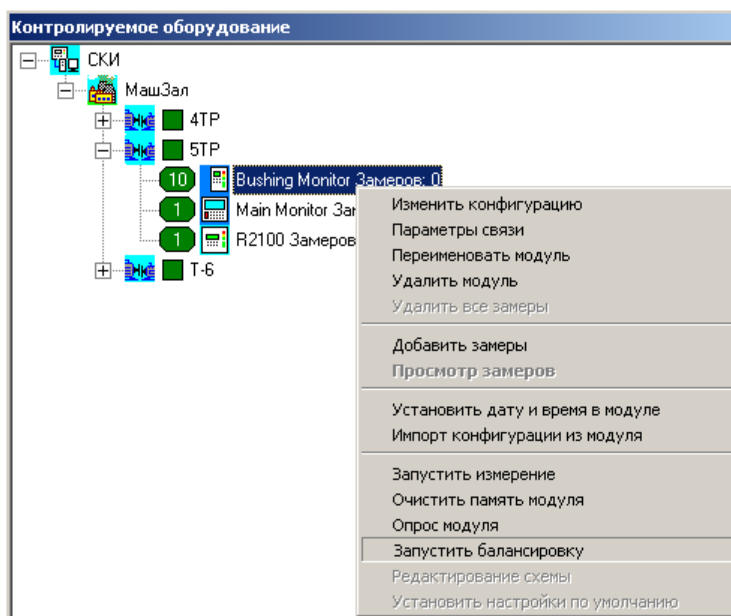

Рисунок 10. Запуск балансировки
- затем нужно запустить балансировку (Рисунок 10);